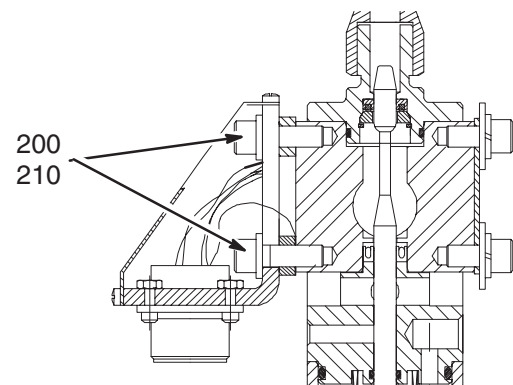

Abb. 13
- b. Entfernen Sie die zwei Innensechskantschrauben [Abb. 13, Teil (200)], die zwei Unterlegscheiben (210) und trennen Sie vorsichtig den Stecker und den Erdungsring (390) vom Extrusionsventilgehäuse. Der Heizeinsatz (270) und der Sensor (320) lösen sich dabei aus dem Extrusionsventilgehäuse.
5. Schließen Sie das Extrusionsventil wieder an der Steckdose an (Abb. 13):
- a. Befestigen und sichern Sie die Ringklemme (390) wieder an der Sechskantschraube (200).
- b. Befestigen Sie das Steckdosengehäuse wieder am Extrusionsventilgehäuse und sichern Sie es danach mit den zwei Sechskantschrauben [Abb. 13, Teile (200) und (210)].